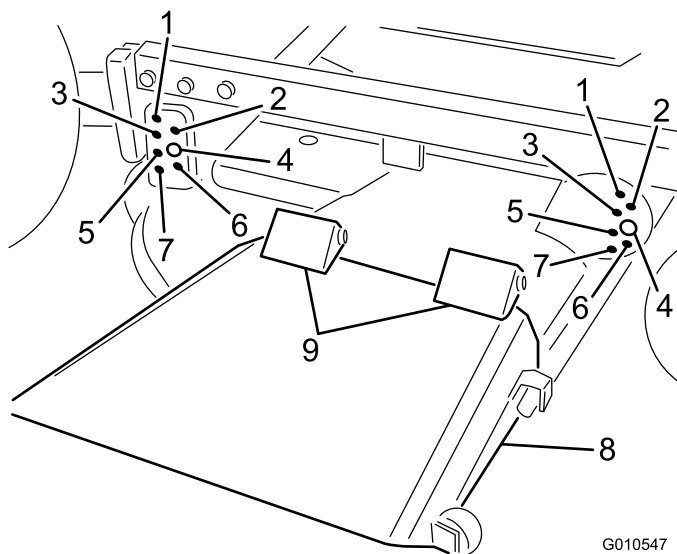

図 9
7. キャリアフレームを降下させ、刈高ブラケットとフレームブラケットの希望する刈高位置の穴にクレビスピン（4本）をセットする。これら4本のクレビスピンをヘアピンコッターで固定する（図 9）。